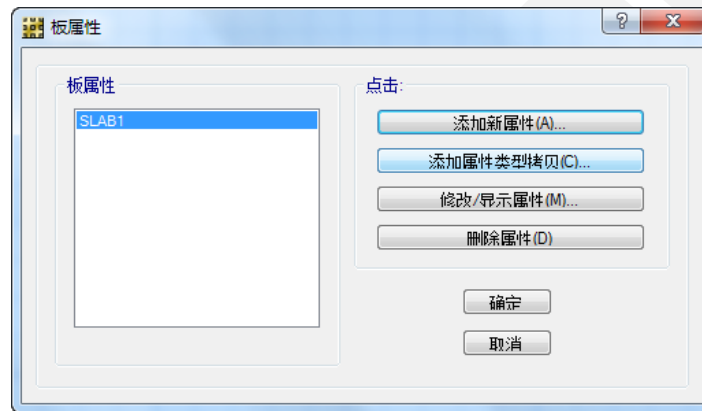

图12 板属性对话框
- A. 点击命令**定义菜单>楼板属性**，打开如图 12 所示的板属性对话框。